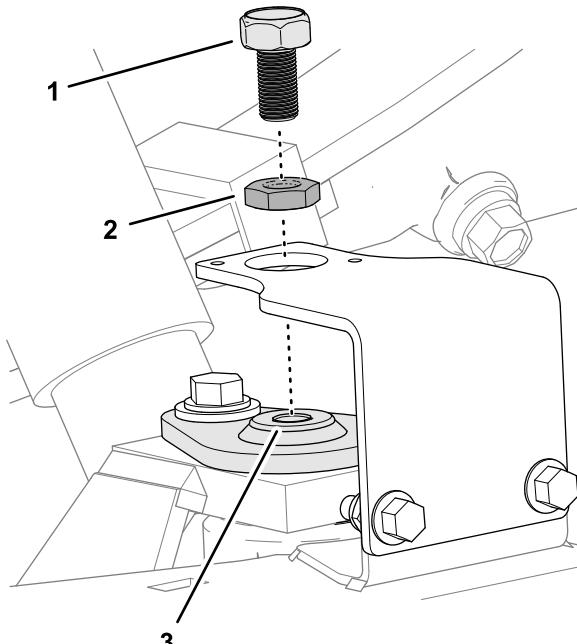

Bild 9
1. Schrauben Sie die Klemmmutter vollständig auf das magnetische Schaltziel (Bild 9).
2. Führen Sie das magnetische Schaltziel in das obere Ende des Achsschenkelbolzens ein (Bild 9).